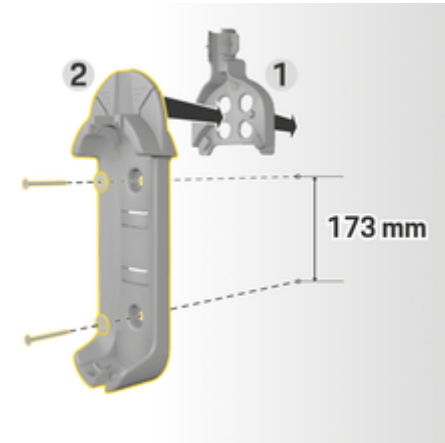

Bild 73: Bormått
3. Tryck in vägghållaren (basutförande) **2** (Bild 73) i kabelhållaren **1** (Bild 73) framifrån.